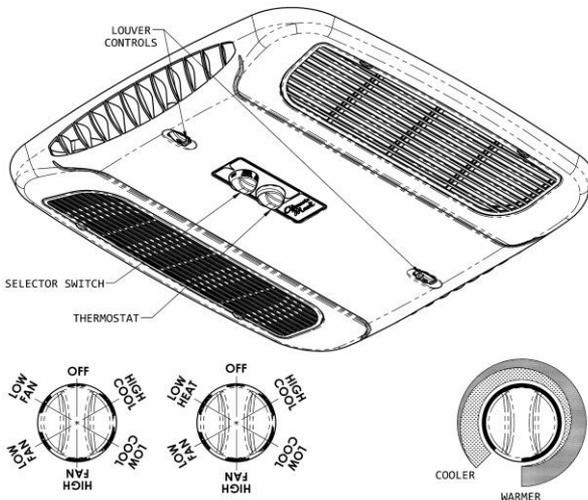

Figure 1
**A. Le sélecteur** – le sélecteur détermine le mode de fonctionnement du climatiseur. En le tournant, l'opérateur peut obtenir toutes les fonctions du système voulues. Celles-ci varient selon les options de l'unité du toit et du plafond. La figure 1 illustre l'emplacement du sélecteur et énumère toutes les fonctions disponibles par modèle.
Pour les modèles «chaleur/refroidissement», le thermostat contrôle aussi les réglages de température «ON» et «OFF» du radiateur. Voir figure 1 à la page 2.
(se reporter aux figure 1, page 23).
#### IV. Pour chauffer (modèle de plafond «Elect-A-Heat» seulement), se reporter aux figure 1, page 22.
#### V. Pour la circulation d'air seulement (se reporter aux figure 1, page 23).